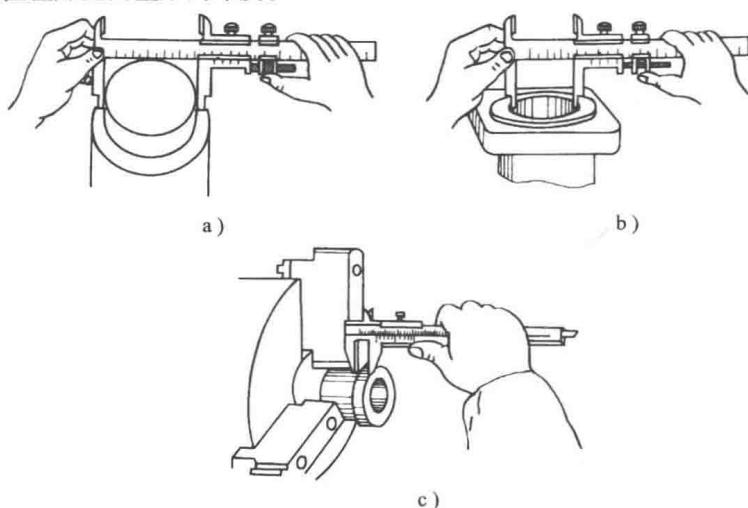

图 1-16 游标卡尺的测量方法
- ① 检查零位。两测量面擦净后推合，检查主标尺和游标的零位线是否上下对齐，如果有偏差就说明游标卡尺的测量面磨损，使用这种游标卡尺去测量工件误差较大，应修复后再使用。
- ② 测量方法。测量外径、孔径、长度的操作方法如图 1-16 所示。如用双面游标卡尺测量孔径，其读数值应加上两量爪的厚度。